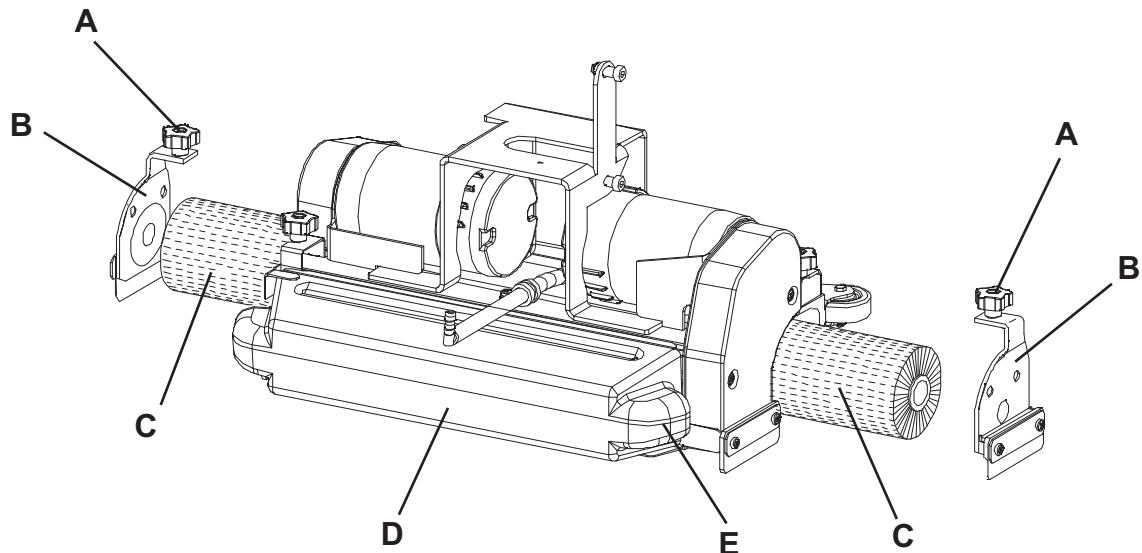

Abbildung 3
1. Den Zündschlüssel (80) auf "0" stellen.
2. Die Zylinderbürstenkopf mittels des Pedals (11) heben.
3. Die Sterngriffe (A, Abb. 3) mit Kraft nach unten drücken und Sterngriffe und Abdeckungen (B) entfernen.
4. Zylinderbürsten (C) einsetzen.